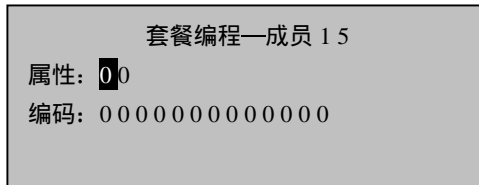

图 3-29
- 3) 运用数字输入操作输入“15”，进入 15#套餐项编程状态，如图 3-29 所示；